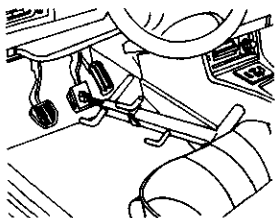

图 3-269 用踏板架
- 4) 踩下踏板, 并用踏板架定位, 如图 3-269 所示。